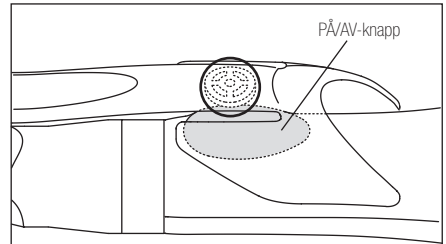

Bild 7
- 2) Justera monteringsplatsen så att den konvexa delen under spaken (se cirkel på Bild 7) kommer i kontakt med den utskjutande PÅ/AV-knappen